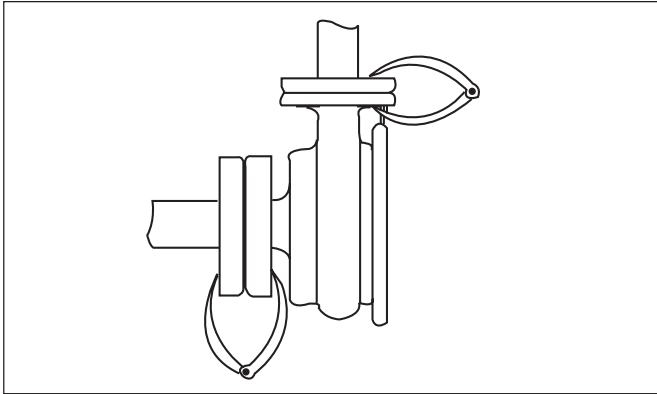

Figure 2
- Pour obtenir de meilleurs résultants, effectuer l'alignement angulaire des brides d'aspiration et de refoulement à l'aide d'un compas d'épaisseur placé près des trous de boulon (v. Figure 2).